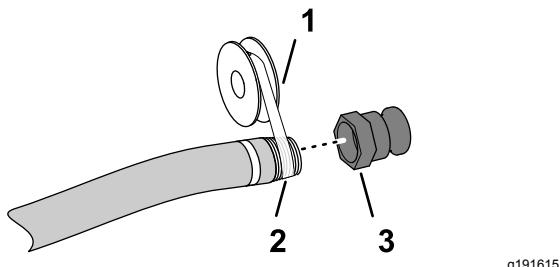

图 4
5. 在加水软管接头 25.4mm——美国标准管螺纹的螺纹上涂抹 PTFE 聚四氟乙烯螺纹密封胶 图 4。
6. 将快速断开耦合器拧到加水软管上并用手紧固 图 4。